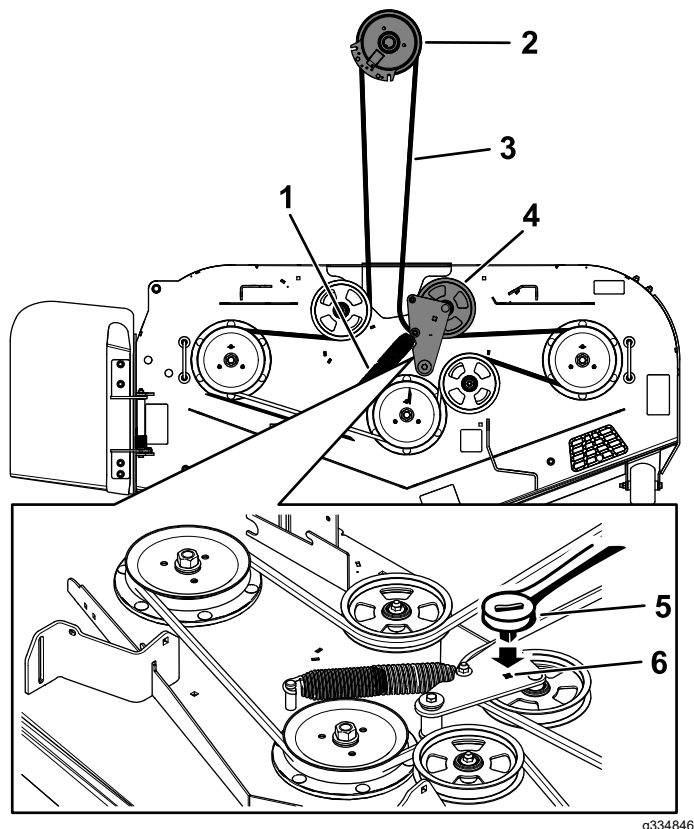

Figura 58
8. Inserite un cricchetto da  $\frac{3}{8}$ " nel foro quadrato del braccio di rinvio per allentare la molla del tendicinghia (Figura 58).
10. Togliete il guidacinghia dal braccio di rinvio a molla (Figura 58).
12. Montate la nuova cinghia attorno alle pulegge del tosaerba e alla puleggia della frizione, sotto il motore (Figura 58).
13. Montate il guidacinghia sul braccio di rinvio (Figura 58).
14. Con il cricchetto da  $\frac{3}{8}$ " nel foro quadrato, montate la molla del tendicinghia (Figura 58).